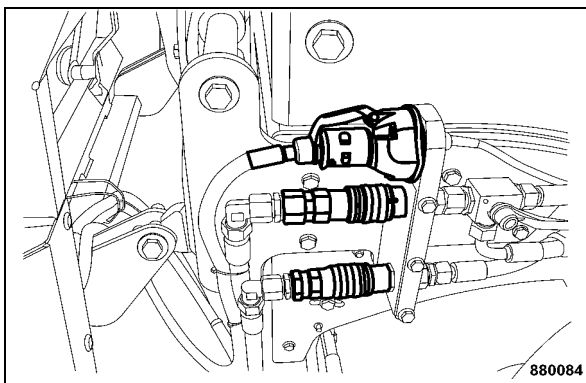

Fig. 90
- Brancher les conduites hydrauliques et électrique entre la machine et l'épandeur (Fig. 90).